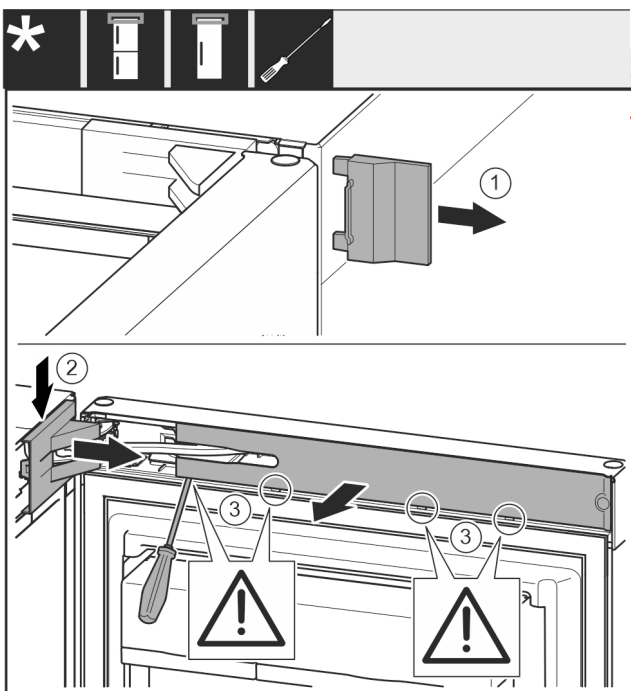

Fig. 11
► Vegye le a fedelet Fig. 11 (1).
► Pattintsa ki és oldja ki a csapágybak fedelét Fig. 11 (2).
► Vegye le a csapágybak fedelét Fig. 11 (2).
► Pattintsa ki a takarólemezt Fig. 11 (3) lapos csavarhúzóval, és fordítsa oldalra.